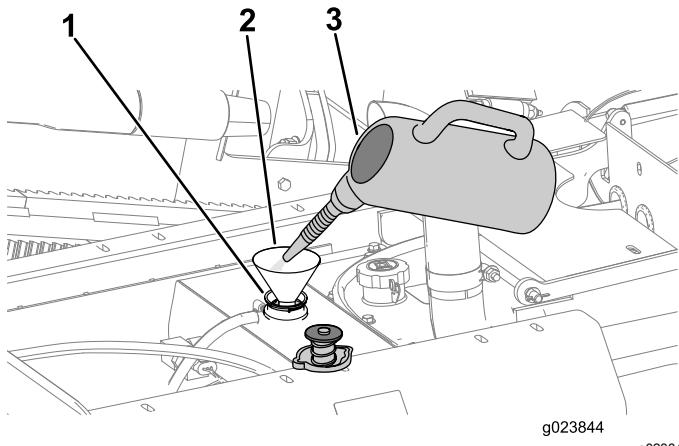

Рисунок 112
- В. Залейте чистящий раствор для системы охлаждения в радиатор через заливную горловину (Рисунок 112).